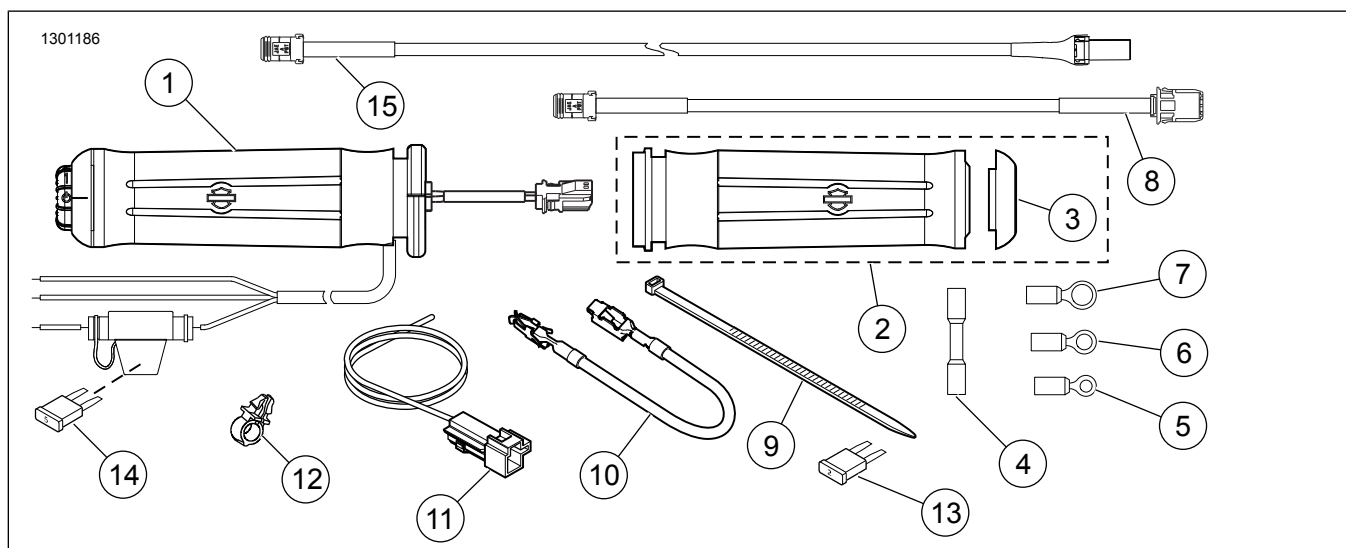

图8。维修零件：加热手柄套件
2. 参见图8。用套件中的线缆扎带(9)沿车架将手柄线路固定至线束。2014年款及之后的车型:从步骤15之后继续操作。